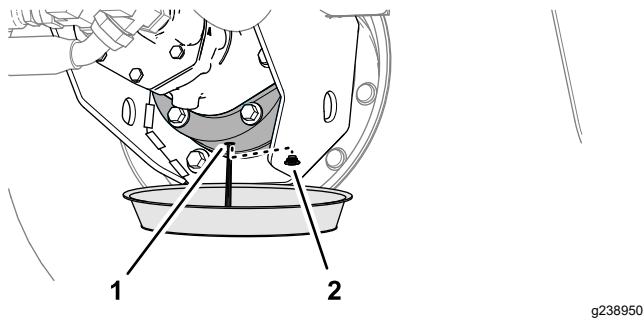

图 88
6. 将放油盘放在制动器箱下面取出排油塞让润滑油完全排出 图 88。